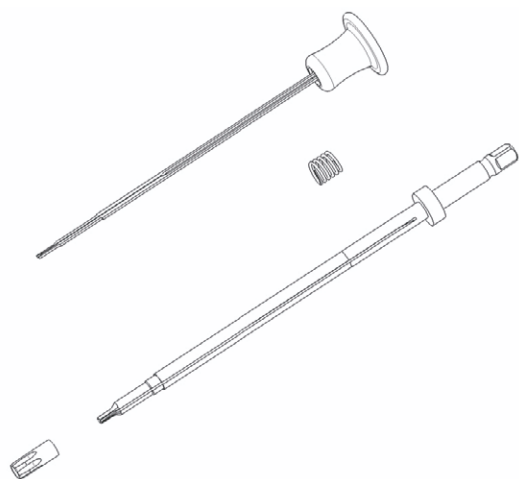

Fig. 10 Esploso del cacciavite poliassiale ad autotenuta S⁴ Cervical
- Far scorrere il pomello con le linguette di ritenuta sull'albero del cacciavite in maniera tale che le linguette si incastrino nelle scanalature dell'albero del cacciavite, vedere Fig. 10.
6.4 Introduttore per barre (26)